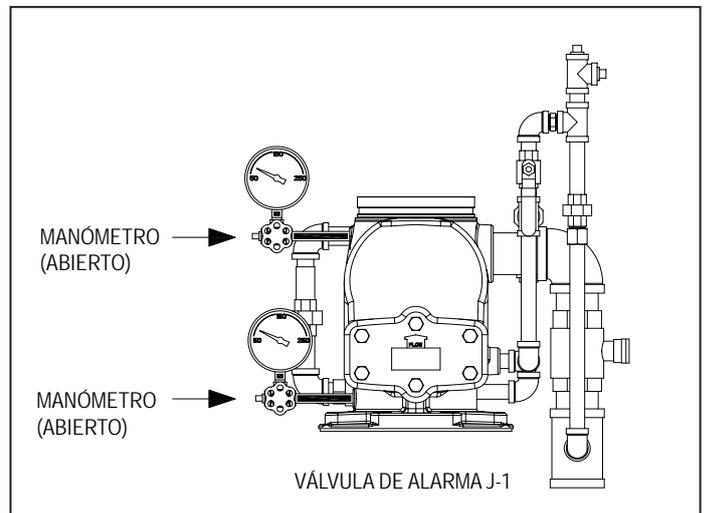

Figura 32
3. Las válvulas de conexión a los manómetros abiertas (Figura 32).